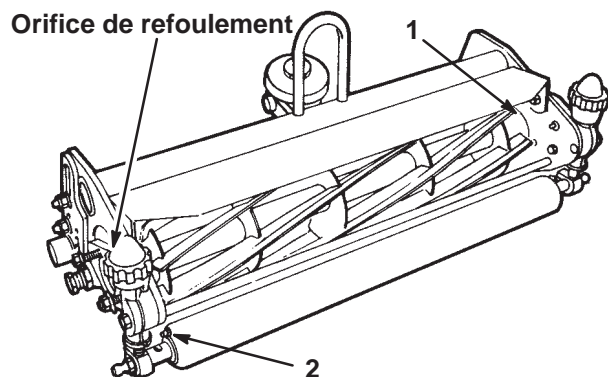

Figure 10
Chaque plateau de coupe comporte sept graisseurs (Fig. 10 et 11) qu'il faut lubrifier immédiatement après chaque lavage pour purger l'eau qui se trouve à l'intérieur des roulements et augmenter la vie utile de ces derniers. Lubrifiez les graisseurs avec de la graisse universelle au lithium N° 2. Pour de meilleurs résultats, utilisez un pistolet à graisse manuel.
2. Lubrifiez les roulements de cylindres (Fig. 10) jusqu'à ce que la graisse sorte par l'orifice de refoulement.
3. Lubrifiez les roulements des rouleaux avant et arrière (Fig. 10 et 11) jusqu'à ce que la graisse commence à sortir autour des lèvres des joints.